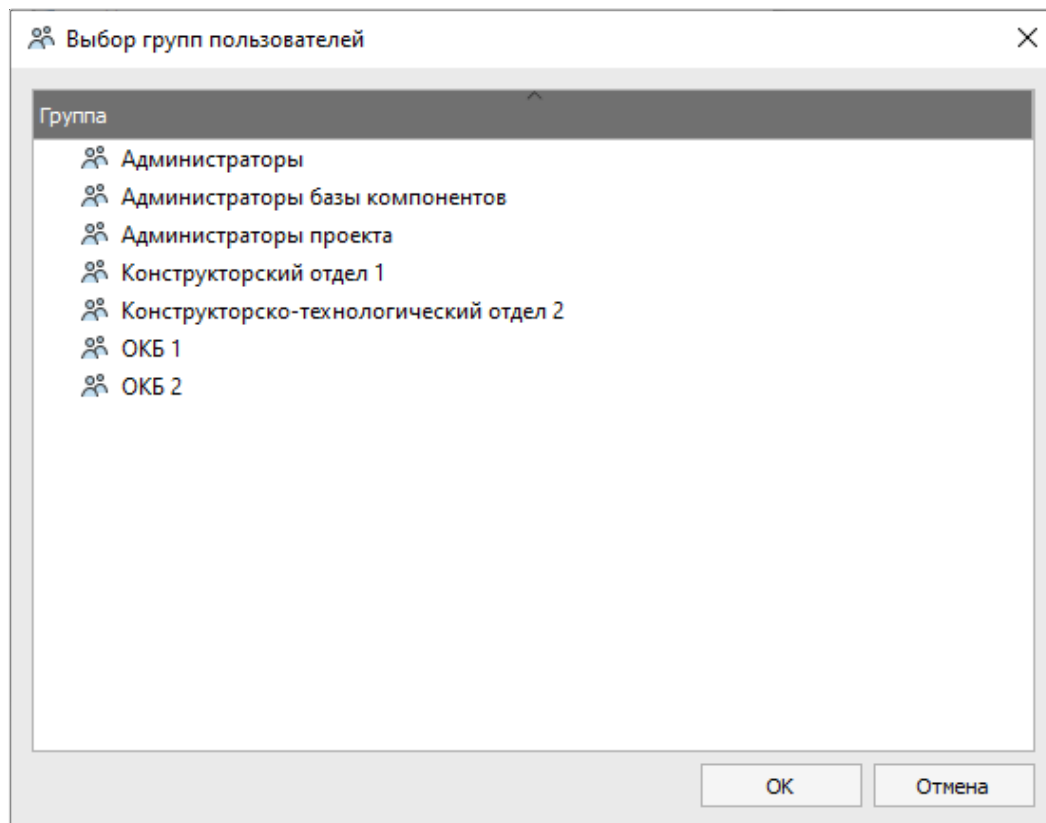

Рисунок 75. Диалоговое окно «Выбор групп пользователей»
- В открывшемся диалоговом окне «Выбор групп пользователей» (см. рисунок 75) добавить пользователя в группу «Администраторы», «Администраторы базы компонентов» (заданы по умолчанию) или в другие группы, созданные ранее администратором (см. Создание группы пользователей) и содержащиеся в поле «Группа»;